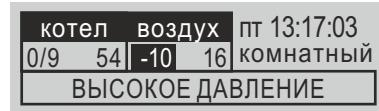

Рисунок 22
В этих случаях будет произведено обесточивание ТЭНов с помощью контактора, замкнутся контакты зажима подключения приёмника сигнала об отказе (например интеллектуального терmostата GSM-Climate ZONT-1H или WiFi-Climate ZONT-2H) XT7 (см. рис. 4), включится индикатор отказа (8) рис. 5 и появится текстовое сообщение о характере несоответствия. Пример см. рис. 22. После устранения причины несоответствия прибор вернется к предыдущему режиму работы с сохранением настроек и параметров.